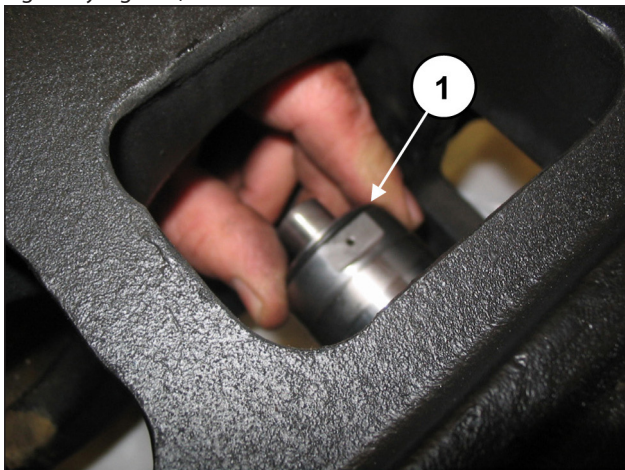
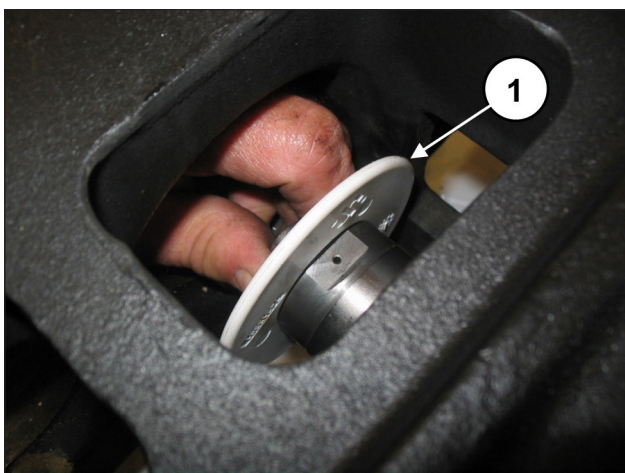

Fig. 134
Fig. 135
Colocar los protectores contra salpicaduras junto con las juntas tóricas en el alojamiento de la guía del pistón (pos. ①, Fig. 134 y Fig. 135).